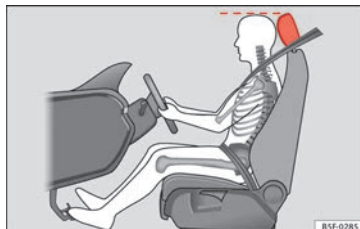

Bild 83 Korrekt läge för förarens nackskydd
- Ställ in nackskyddet så att dess övre kant är på samma nivå som toppen på huvudet eller så nära samma nivå som toppen på huvudet som möjligt » **bild 83**.